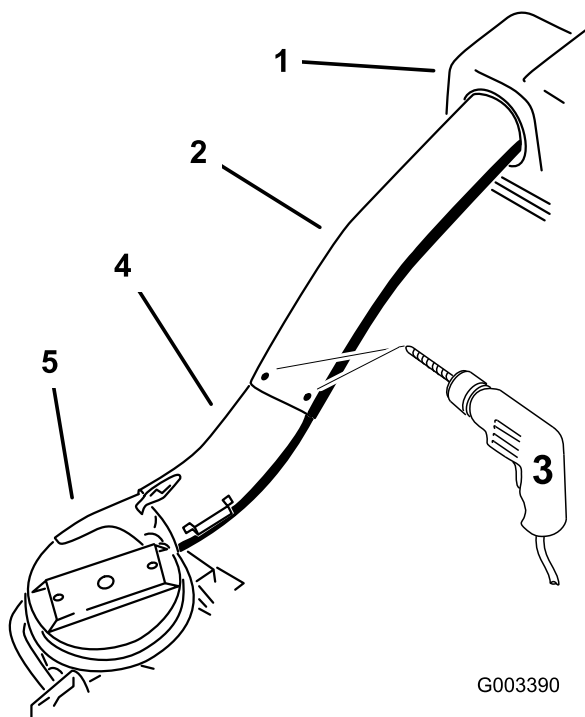

Figure 24
10. En vous servant des 3 trous ou indentations du tube supérieur comme repère, percez 3 trous (de 7/32 po de diamètre) à l'endroit où les tubes supérieur et inférieur se rejoignent (Figure 24).